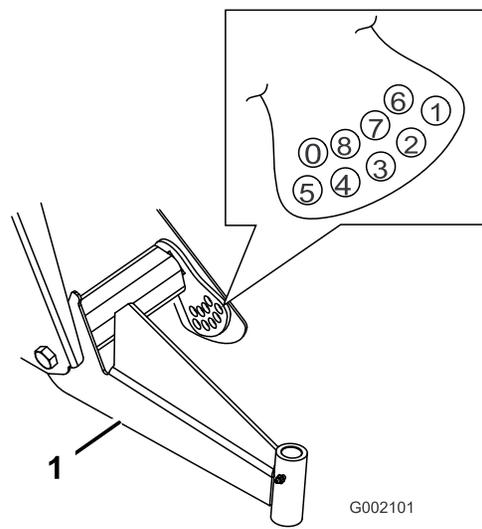

図 41
**注** A アームはゴム製で、一本ごとに反発率がそれぞれ異なり、製造時には各アームの反発率に合わせて調整を行っています。通常は調整ボルトを2番~4番の穴に入れており (図 41)、左側 (運転席側) と右側 (助手席側) でボルト位置が違っていても異常ではありません。Aアームが傾いて見えるようなら一つ上の穴 (図 41) への入れ替え調整が必要です。穴を一つ入れ替えるごとに車輪位置で約19 mm 高さが変わります。重量物を載せたり重いアタッチメントを取り付けたりする場合にもこの調整が必要となります。